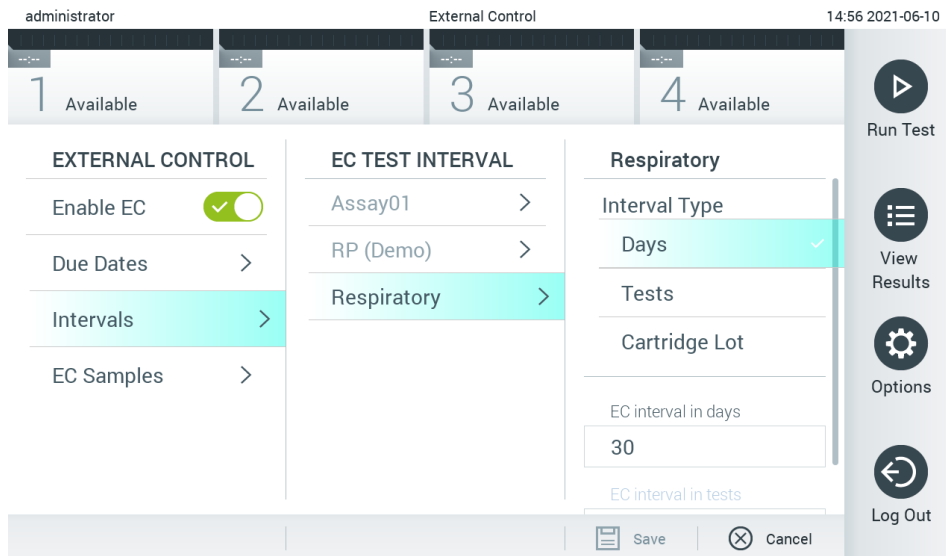

Bild 52. Skärmen External Control Intervals (extern kontroll-intervall).
4. Välj **Intervals** (intervall) och därefter en analys från listan för att konfigurera intervallet efter. En påminnelse visas för att påminna användarna om att ett test för extern kontroll måste utföras för den valda analysen om intervallet har passerat (bild 52).